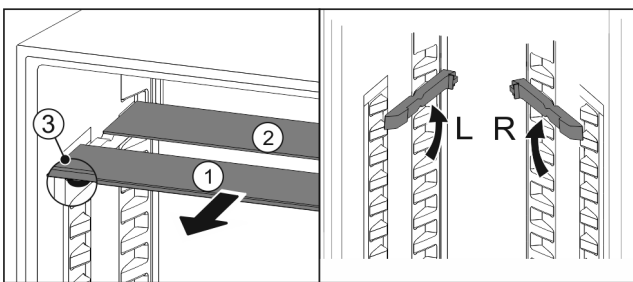

Fig. 99
- ▶ estrarre i ripiani di vetro singolarmente tirando in avanti Fig. 99 (1).
- ▷ Il piano in vetro Fig. 99 (1) con il motivo ornamentale è nella parte anteriore.
- ▷ I fermi Fig. 99 (3) sono rivolti verso il basso. Apparecchi dotati di vano congelatore.*